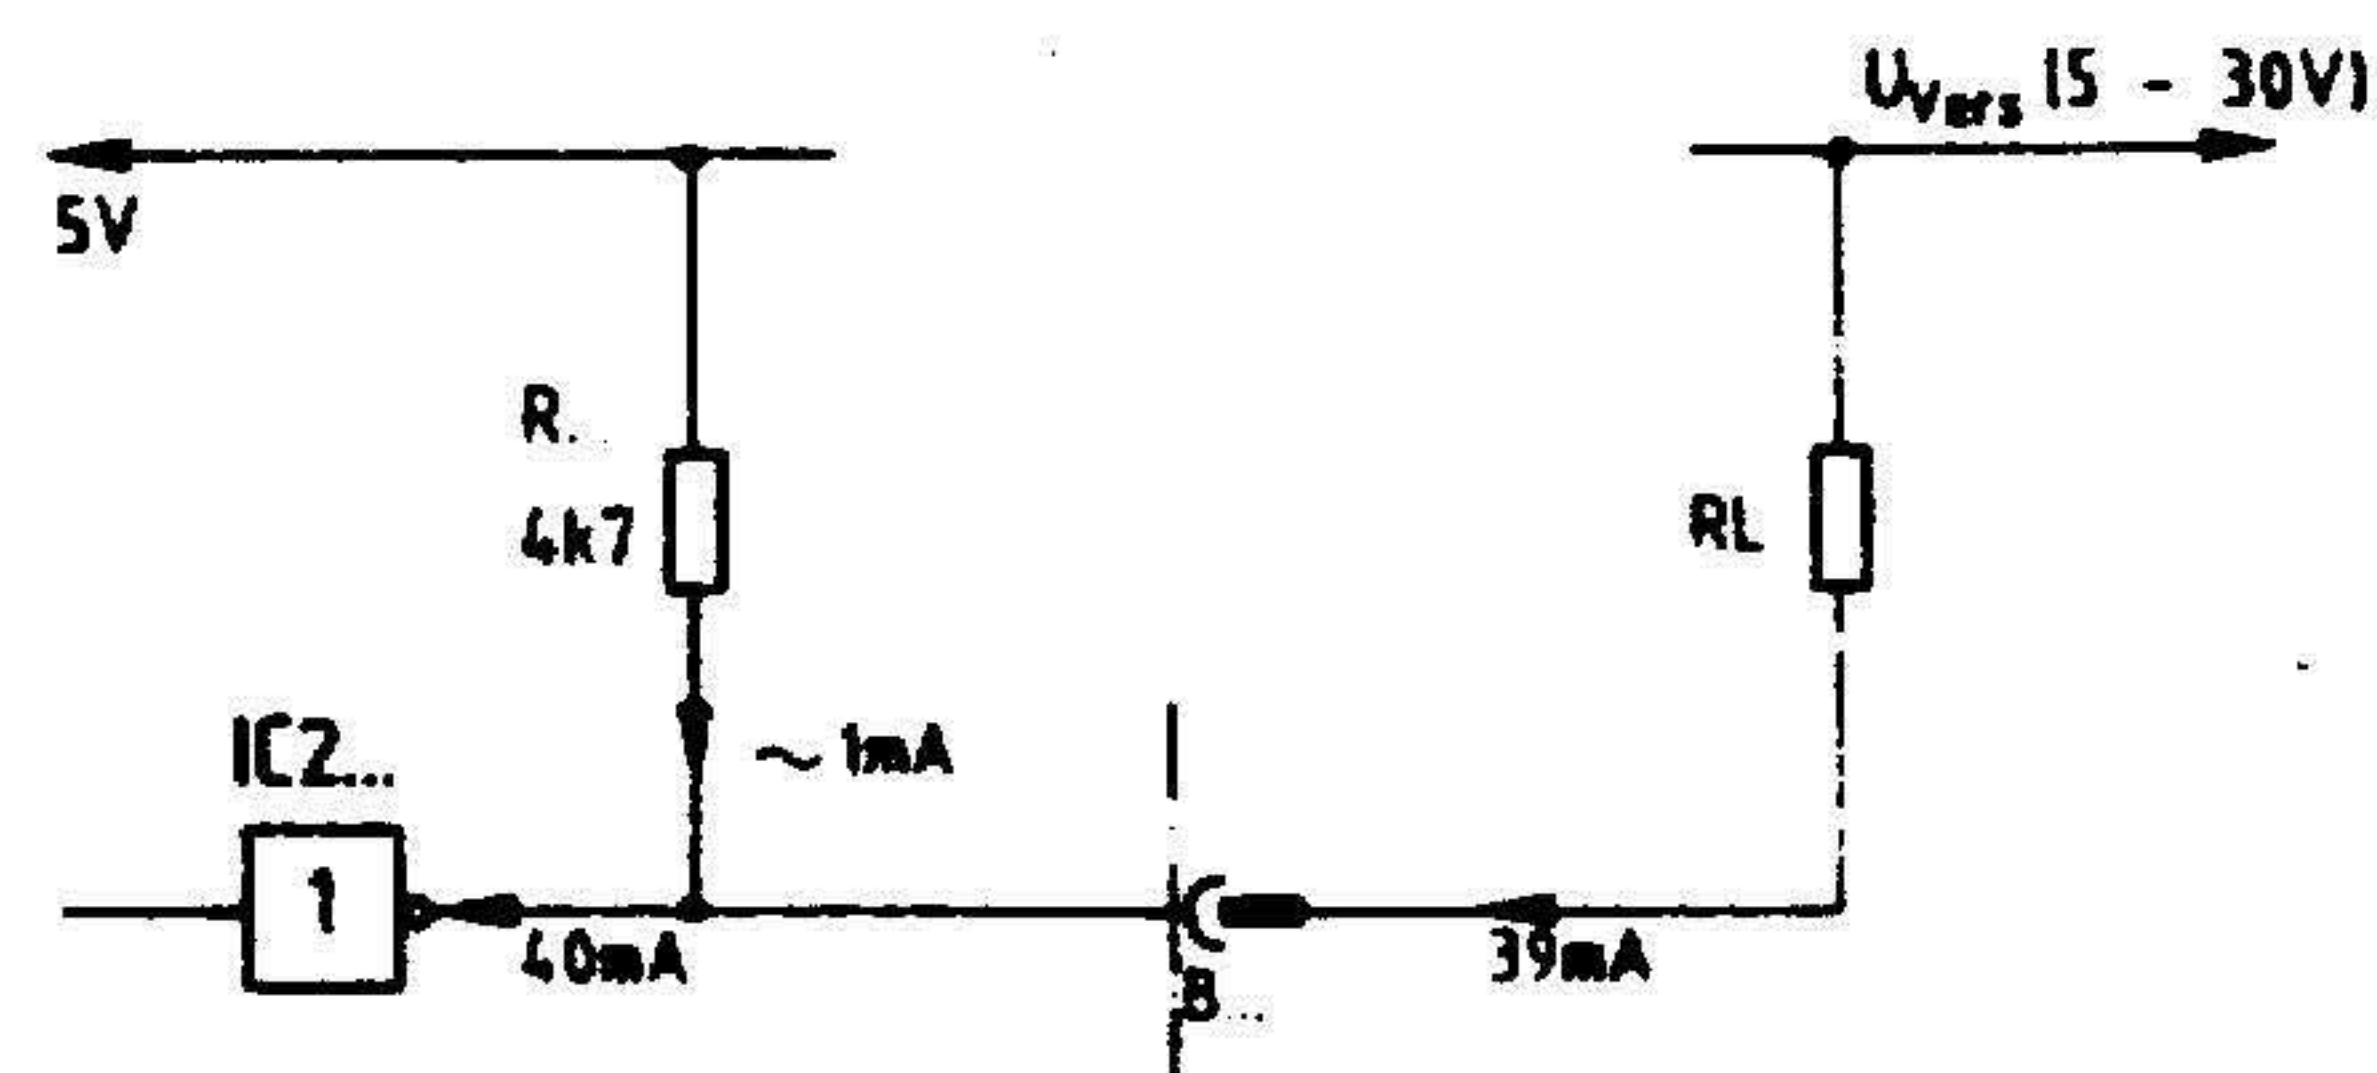

Bild 7: Anschluß von RL, Versorgung mit 5V.
2.3.1. Anschluß ohm'scher Lastwiderstände, Versorgung mit 5 V (siehe Bild 7)
2.3.2. Anschluß ohm'scher Lastwiderstände, Versorgung mit $U > 5 \text{ V}$ (siehe Bild 7)